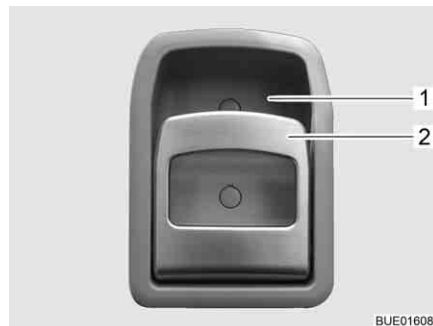

Fig. 56 Serratura della porta di ingresso, lato interno
- Tirare la maniglia (Fig. 56,2). La serratura della porta si sblocca o apre.
- Premere la maniglia (Fig. 56,2) in alto verso l'impugnatura (Fig. 56,1). La serratura della porta si blocca.